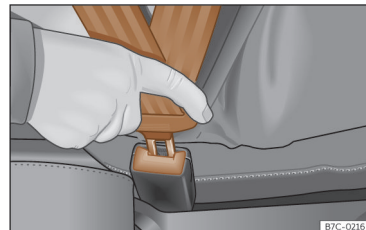

Abb. 20 Schlosszunge des Sicherheitsgurts in das Gurtschloss einstecken.
- Schlosszunge fest in das zum Sitzplatz gehörende Gurtschloss stecken >>> (Abb. 20).